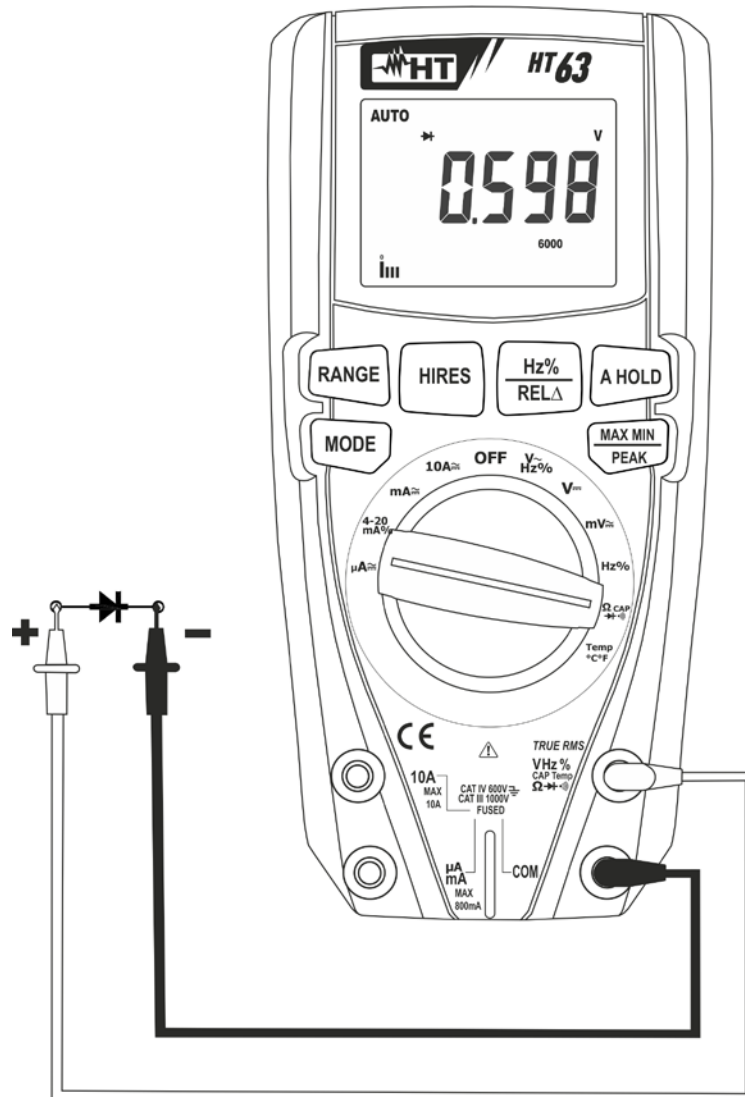

Fig. 6: Uso do instrumento para o Teste de Diodos
4. Colocar as ponteiros nas extremidades do diodo em exame (ver Fig. 6) respeitando as polaridades indicadas. O valor da tensão do patamar em polarização direta é apresentado no display
6. Se o instrumento apresenta a mensagem "**O.L**" os terminais do diodo estão invertidos em relação ao indicado na Fig. 6 ou a junção P-N do diodo está danificada